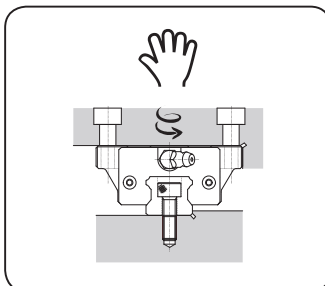

Fig. 3
- bevestigingsbouten licht aandraaien, fig. 3